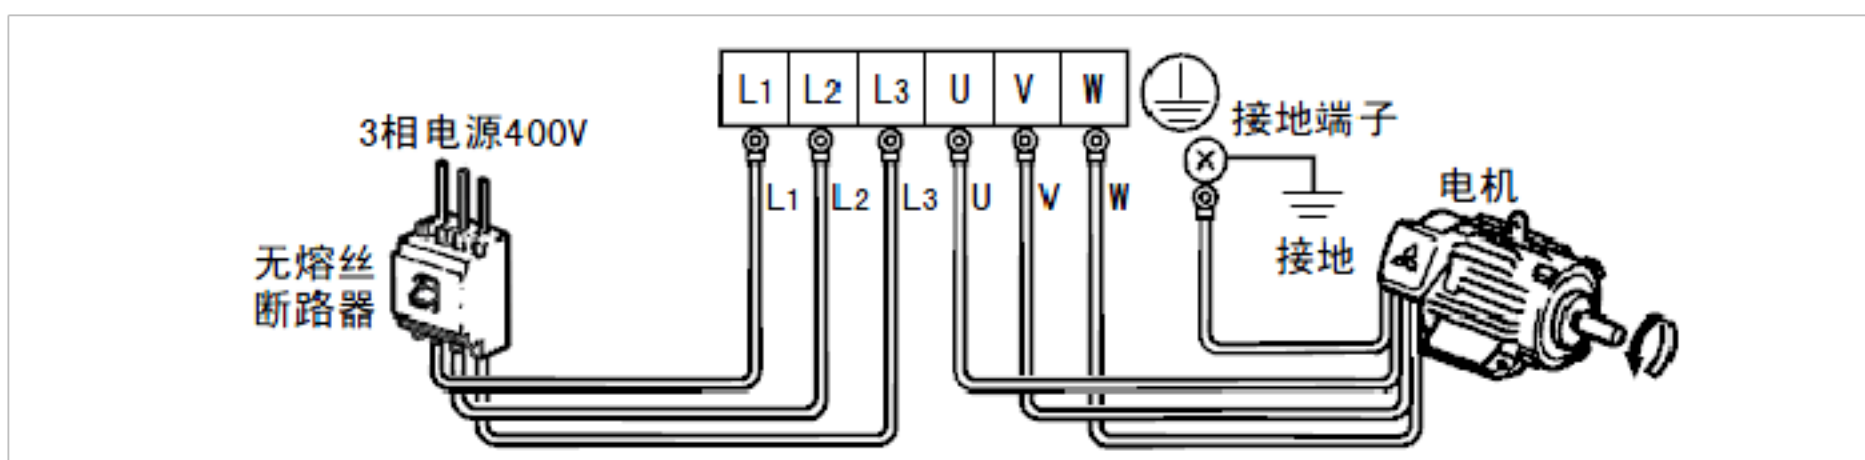

图 1.2.4 三相电源输入
*2: 电机接到 U,V,W。如上图 1.2.4所示连接时，加入正转开关（信号）时，电机旋转方向从轴向看时为逆时针方向（箭头所示）